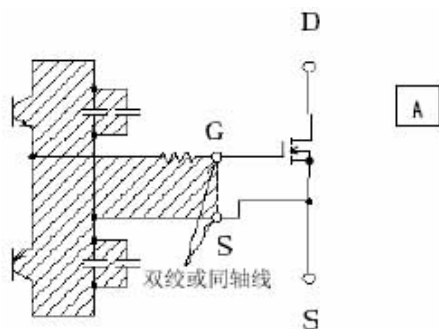

图 4-1
(2) 为了抑制浪涌电压，请注意配线的长度和吸收措施。（因为是高速开关，所以容易产生浪涌电压。）采用 MOSFET 模块的场合，请按图 4-1 的斜线标注的闭路面积最小化的原则来安装栅极驱动电路的输出部。